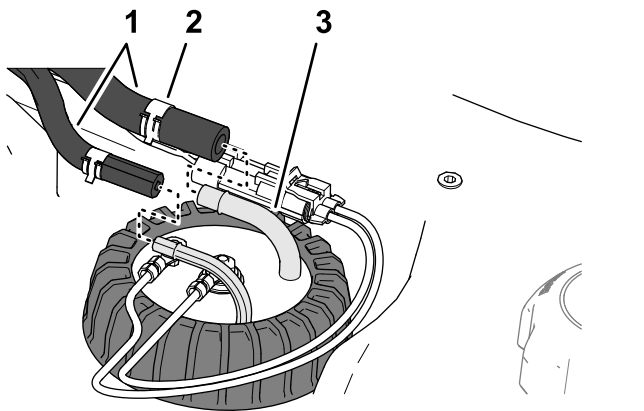

Bild 93
4. Schieben Sie die Schellen, mit denen die Schläuche an den Anschlussstücken des Kraftstoff-Füllstandssensors befestigt sind, nach innen, und nehmen Sie die Schläuche von den Anschlussstücken ab (Bild 93).